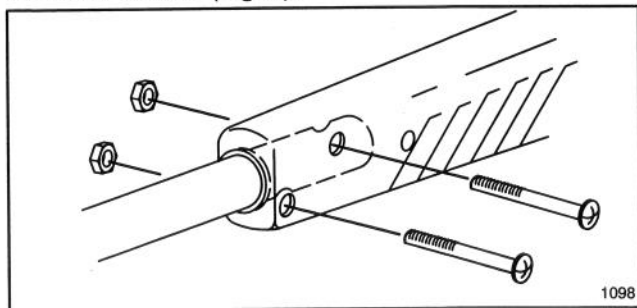

Figure 6
2. Insérer l'extrémité du tube dans le carter moteur, en alignant les gorges du tube sur les trous des vis du carter moteur (Fig. 6).